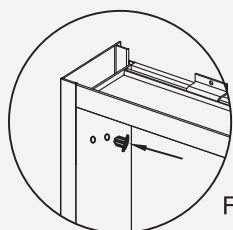

Fig 18
3. Complete los agujeros restantes con tapones de agujeros (Fig 18). Llene los demás agujeros de los clips de estante con tapas decorativas (Fig